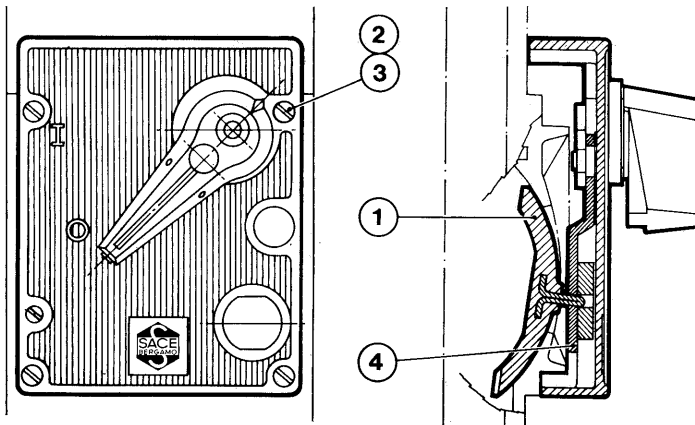

Fig. 17
8.5.1. Applicazione del comando a maniglia rotante sull'interruttore (fig. 17)
- a) smontare il coperchio dell'interruttore (§ 5.2.) e sostituire la maniglia normale con quella speciale (1) compresa nella fornitura dell'applicazione
- c) montare l'applicazione sul coperchio dell'interruttore servendosi delle viti (2) con le rosette (3) curando che l'inserito metallico della maniglia (1) alloggi nella cavetta della leva (4)